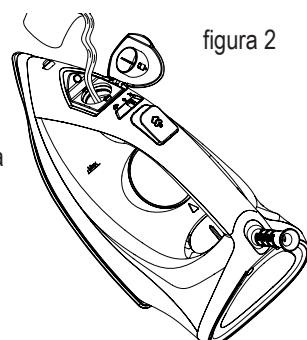

figura 2
3. Ponga la plancha en la posición indicada (figura 2) y llénela con agua con cuidado para que no pase del nivel máximo en la ventana visora del tanque de agua